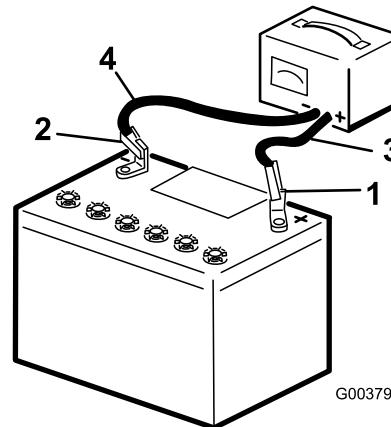

Bild 66
3. Schließen Sie das Plus-Batterieladegerätakabel am Pluspol der Batterie an (Bild 66).
4. Schließen Sie das Minus-Batterieladegerätakabel am Minuspol der Batterie an (Bild 66).
6. Wenn die Batterie ganz aufgeladen ist, ziehen Sie den Stecker des Ladegeräts aus der Stromquelle. Klemmen Sie dann die Klemmen des Ladegeräts von den Batteriepolen ab (Bild 66).